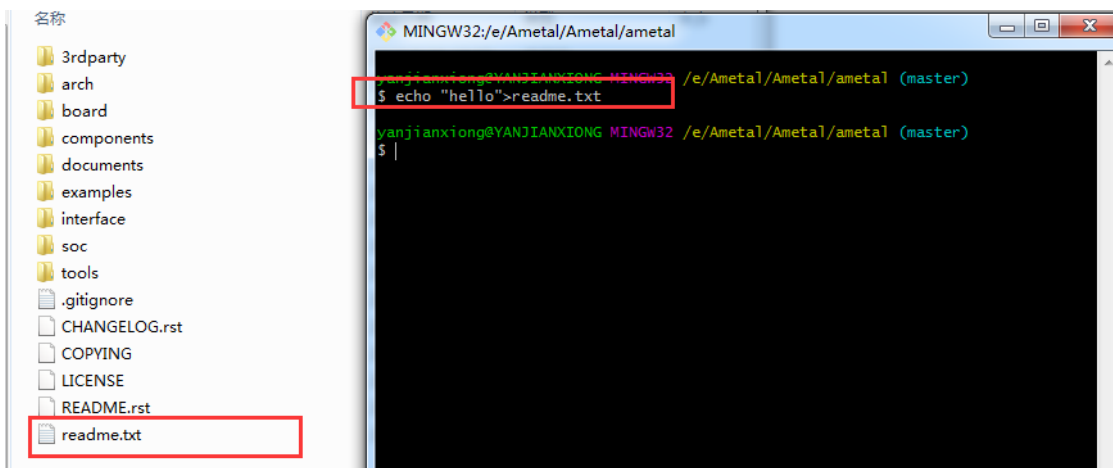

图 22 添加文本测试
3. 例如添加一个 `readme` 文本文件，`readme` 文本的内容不得为空，可向里面加一行代码，如加一行 `hello` 到文本中，如图 22 所示。